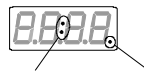

Abb. 10 Wert Regelausgang Regelsollwert
- b) bei erneutem Drücken von FUNC zeigt das Display den operativen Sollwert oder den finalen Sollwert an (wie im Parameter "SP.dS" eingestellt); der auf Abbildung 10 gezeigte Dezimalpunkt ist an.
- c) Bei erneutem Drücken von FUNC zeigt das Display den Wert des Regelausgangs an, die beiden auf Abbildung 10 gezeigten Punkte sind an.